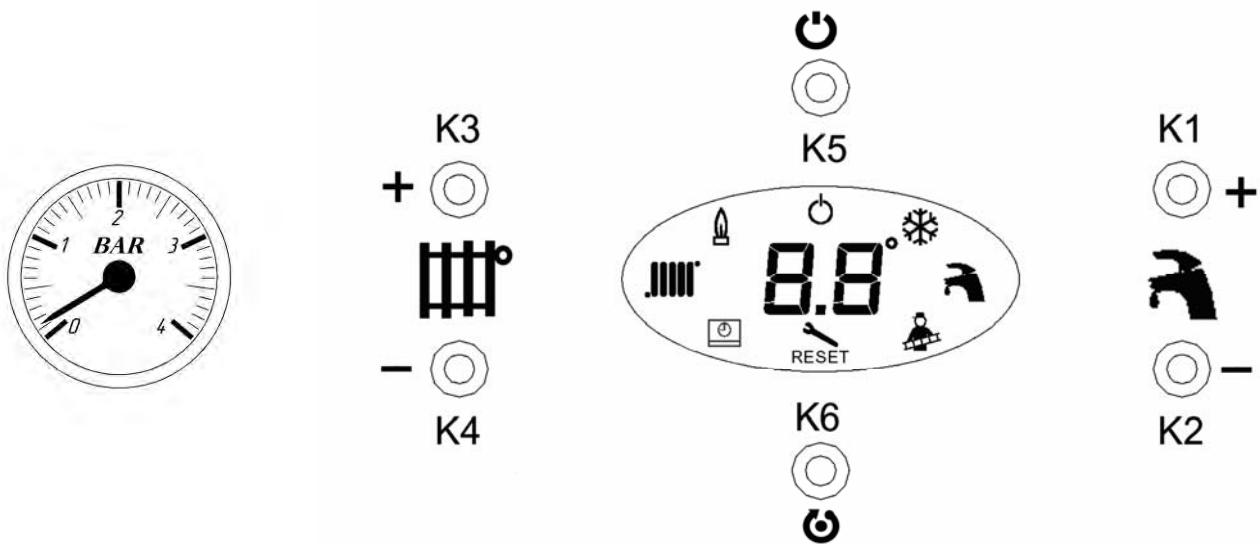

Рис. 4. Панель управления котлом
Всё управление котлом осуществляется с панели управления, внешний вид которой показан на Рис. 4. Если к котлу подключен выносной пульт, то управление осуществляется с него, кнопки панели управления не активны.
При подключении котла к сети электропитания, он автоматически входит в тот режим работы, в котором находился в момент отключении от сети. Смена режимов работы котла осуществляется нажатием на кнопку K5 на панели управления котлом (см. Рис. 4). Ниже представлена последовательность смены режимов работы котла.
- 4) включите котел, не открывая газовый кран, чтобы насос полностью удалил воздух из системы отопления. При этом давление может снизиться до 1 бар и котел выдаст ошибку 04 (неудачный розжиг). Для сброса ошибки необходимо нажать кнопку K6 (RESET) (см. Рис. 4, стр. 15).